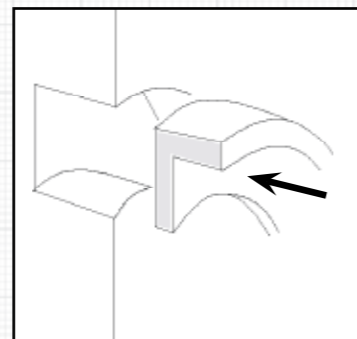

Fig. 15
c) Tætningssædet monteres på rotoren (56 & 57) ved først at sætte gummikoppen (83) ind i rotoren (den skal ikke smøres) og sørge for at det er rettet ind med stiften. (se fig. 15). Hvis der er monteret PTFE-trim, sættes gummiskiven først i, efterfulgt af PTFE-muffen. Bemærk, at muffen er lidt konisk, så det er lettere at montere den, hvis den smalle side sættes ind først. Smør så den yderste diameter af tætningssædet. (Brug ikke mineralolie-baserede smøremidler på EPDM-samlinger.) Ret medbringerstiften ind med en af de 3 riller i tætningssædet. Sæt forkanten af tætningssædet ind i gummikoppen eller PTFE-muffen. Tryk
a) Samlingen foretages ved at placere o-ring (93) i det dobbelte tætningshus (95), smøre ydersiden af den statiske tætning med et egnet smøremiddel, der er kompatibelt med barrierevæsken. Ret rillerne i tætningsfladen ind med medbringerne på drivpladen (81) i tætningshuset (se fig. 15) og tryk sædet helt ind. Sædet bør kunne glide frit mod pladen (81) og bølgefjederen (82).
b) Hvis der monteres dobbelte tætninger på en pumpe for første gang, f.eks. ved eftermontering af en pumpe med en enkelt tætning, skal man forsigtigt banke eller presse støttingen (92) lige op mod skulderen på hver aksel.
d) Monter o-ring (93) på det roterende akselsæde (92). Tryk forsigtigt tætningssædet lige på akslen, idet hullet på bagsiden af tætningsfladen rettes ind med stiften på støttingen.